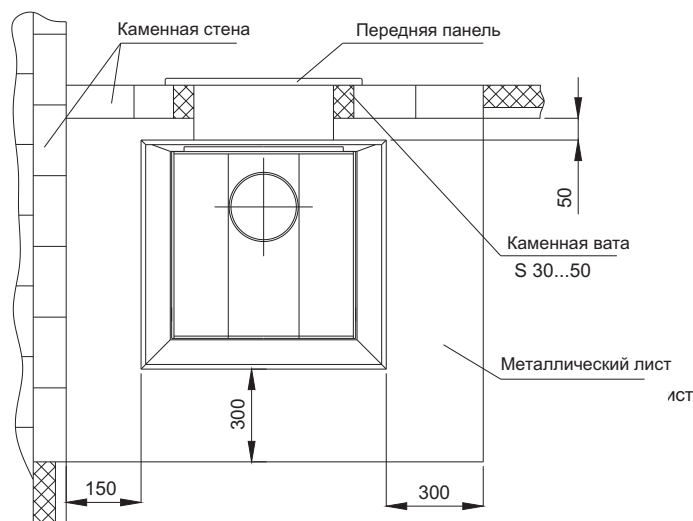

Рис. 2.
- минимальные расстояния от печи до стен и потолка бани указаны на рис. 2 и 3;